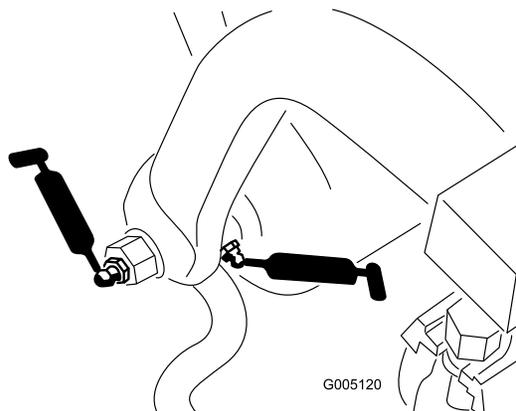

Рисунок 32
- Вал приводной рамы и ролик (12 шт.) (Рисунок 32)